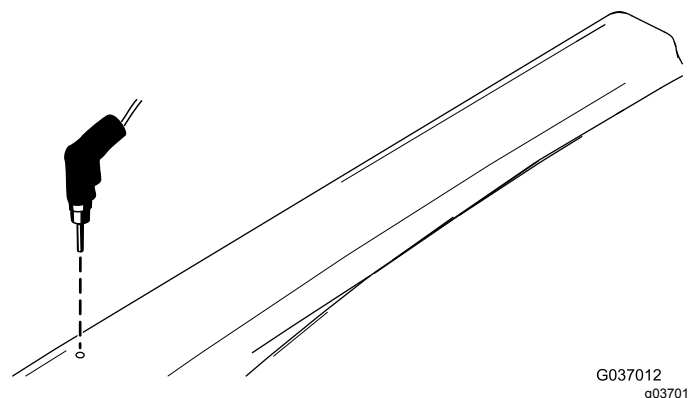

Figure 13
15. En vous servant du trou dans le haut du support de pavillon comme gabarit, percez un trou de 7,9 mm de chaque côté du pare-soleil (Figure 13).